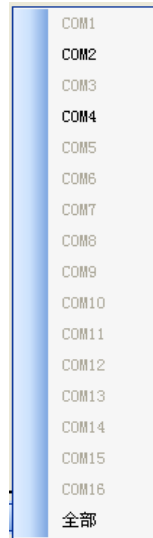
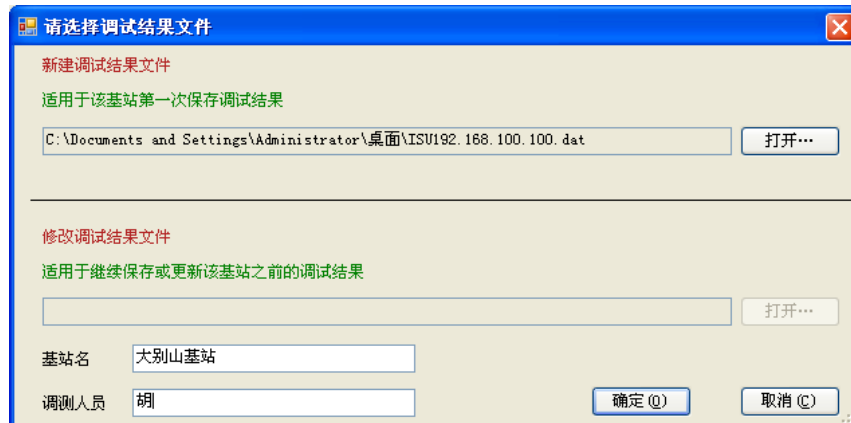

图4-17 选择数据类型
图4-18 保存调试结果
10. 调试完成后，点击主窗口下方的**保存调试结果**按钮，屏幕弹出如图 4-17所示菜单。
11. 在图 4-17所示菜单中选择数据类型，屏幕弹出如图 4-18所示对话框。